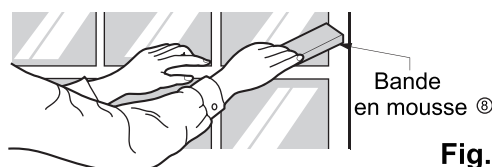

Fig. 8
11. Coupez la bande en mousse à la longueur appropriée et insérez-la entre les châssis supérieur et inférieur de la fenêtre. (Fig. 8)